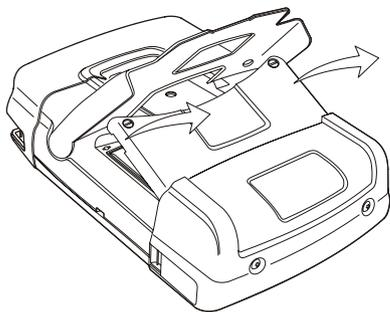

Рис. 48. Снятие крышки аккумуляторного отсека
4. Поднимите и снимите крышку аккумуляторного отсека, (Рис. 48)